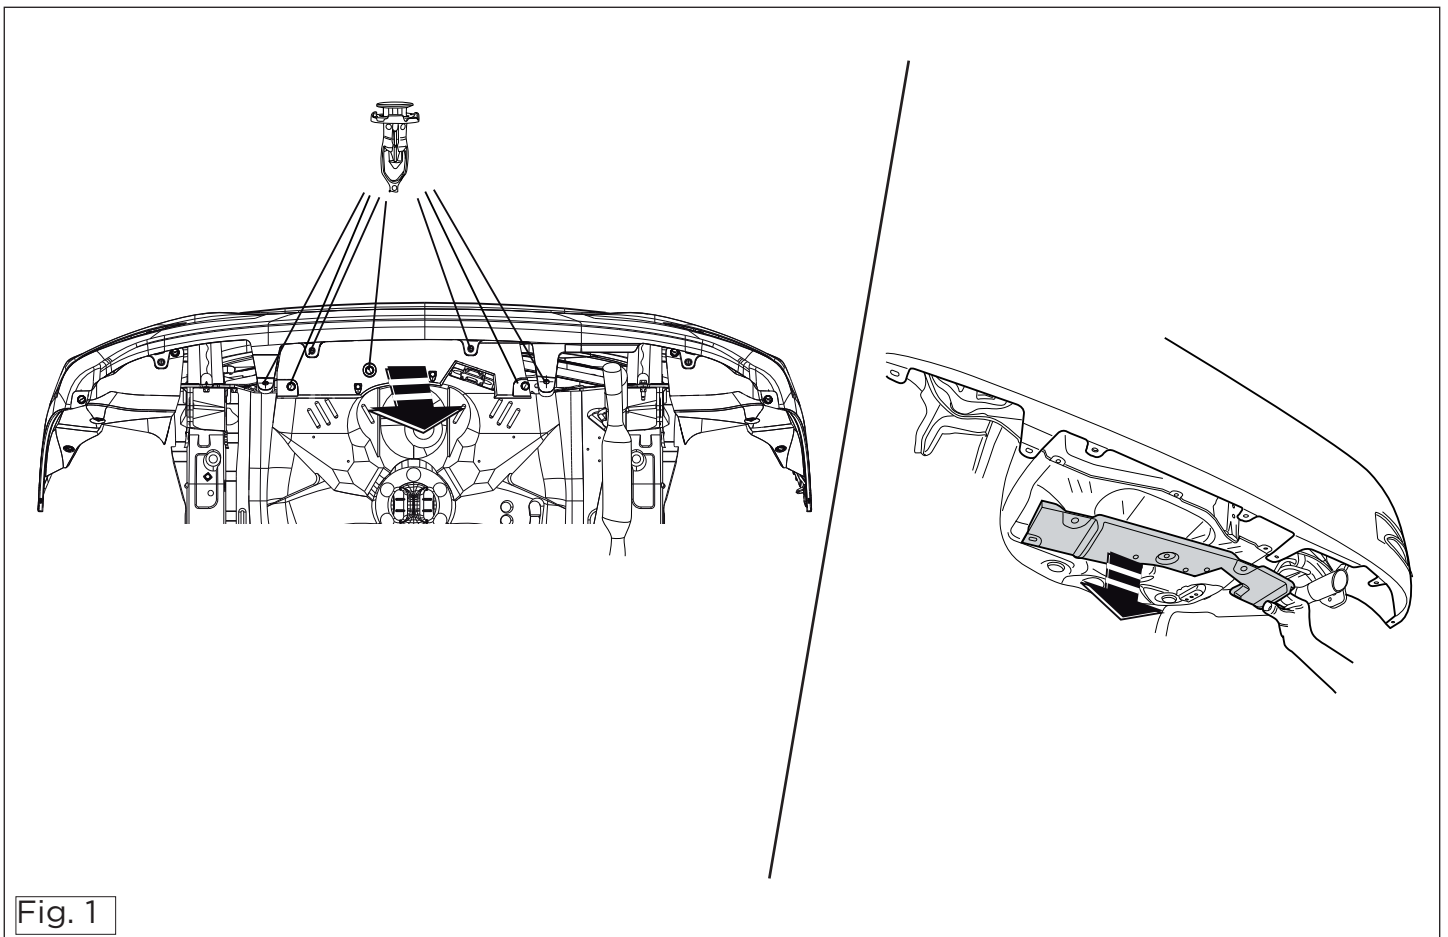

Fig. 1
1. Снять указанные детали. См. рисунок 1.
1. Remove the part indicated. See figure 1.
1. Den angegebenen Teil abmontieren. Siehe Abbildung 1.